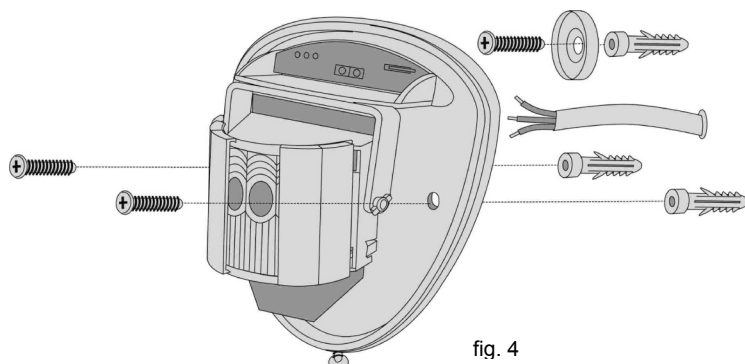

fig. 4
- 3) Fare passare il cavo d'allarme standard a 12 conduttori nell'apposito ingresso; spellare i fili e collegarli alla morsetteria rimovibile come illustrato nella fig. 7. Avvitare l'unità alla parete verificando che il perno antimanomissione sia posizionato correttamente e che il microinterruttore antimanomissione sia chiuso. **Vedere fig. 4 e 5.** Per agevolare l'installazione, vengono forniti due piedini antimanomissione di riserva, uno di 1mm e l'altro di 2mm più lunghi rispetto al piedino originale montato. Il piedino antimanomissione è un sistema d'innesto a scatto: per estrarlo tirarlo con cautela dal perno. **Vedere fig. 2.**